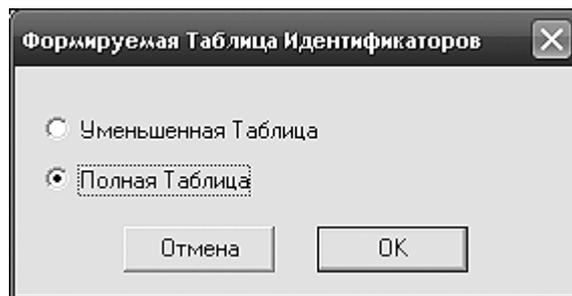

Рисунок 1.3 – Форма использования символьной таблицы ресурса
1.4 Нажав кнопку «Опции», укажите полную таблицу (см. рисунок 1.3).